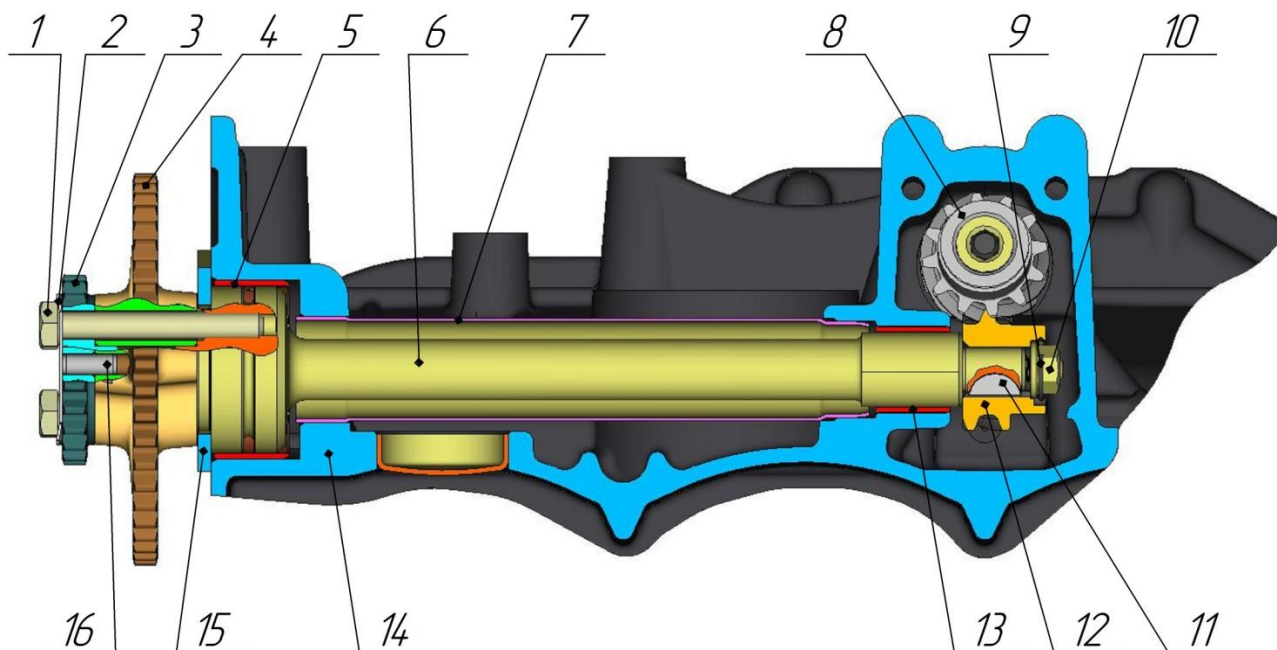

Рис.30. Вал промежуточный:
**Промежуточный вал** (рис.30) – служит для привода масляного насоса. Промежуточный вал сборный. Передняя и задняя опорные шейки, изготовленные из порошкового материала методом порошковой металлургии, напрессованы на стальной вал.